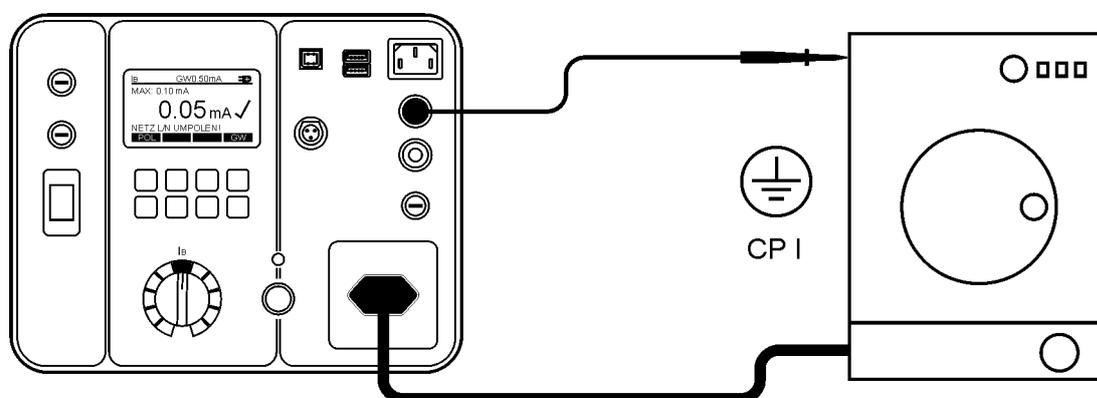

Figure 22: Connexion pour le test de courant de fuite de contact sur les appareils CP I, utilisez la SONDE 2
- Raccorder l'appareil et le cordon de test conformément à la figure 22 ou 23. Votre choix dépend de la classe de protection de l'appareil (PC).